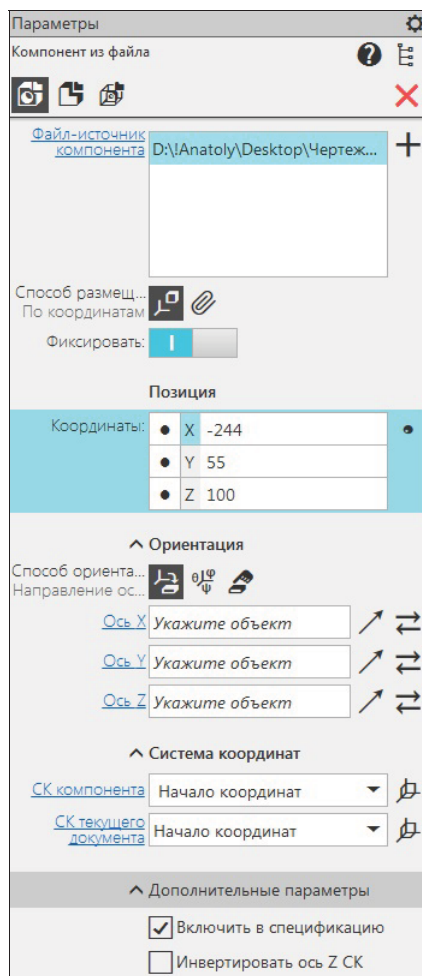

Рис. 25.18. Панель
При вставке компонента в модель требуется задать параметры, определяющие его положение. Для этого используются элементы Основного раздела панели **Параметров** (см. рис. 25.18).
- ◆ нажмите кнопку **Открыть** — на экране появилась модель *Ось редуктора* с осями координат. При перемещении курсора модель также перемещается. На панели **Параметры: Компонент из файла** (рис. 25.18) при перемещении курсора в разделе **Позиция** меняются координаты точки вставки в окнах **Координата X**, **Координата Y** и **Координата Z**. На панели **Параметры** имеются следующие элементы: